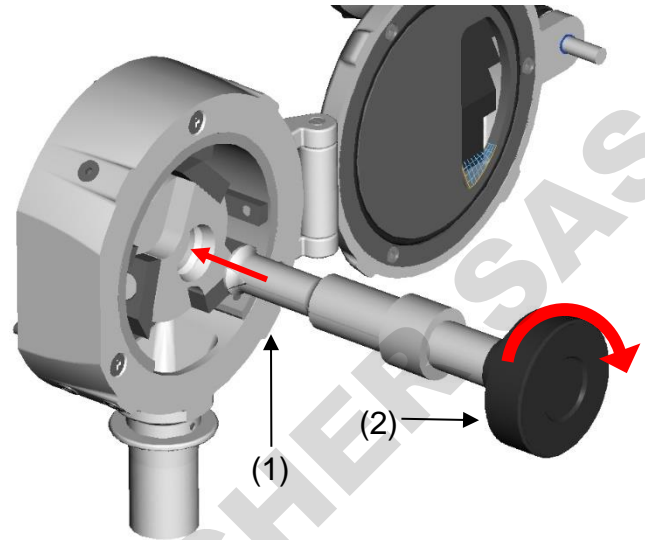

Fig. 9
Placez le dispositif d'extraction (1) dans la rainure intérieure du rotor. Tenez outil en tournant la poignée (2), de sorte que les lèvres s'écartent et fixent le rotor. Voir fig. 9 & 10